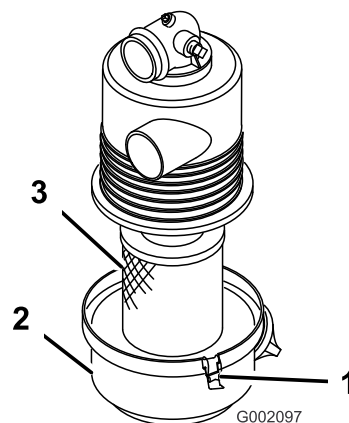

Figure 33
3. Desserrez les fixations qui maintiennent le couvercle sur le corps du filtre à air. Ôtez le couvercle du corps et nettoyez l'intérieur (Figure 33).
4. Sortez l'élément filtrant du corps du filtre avec précaution pour ne pas déloger trop de poussière (Figure 33). Évitez de cogner l'élément contre les parois du filtre.